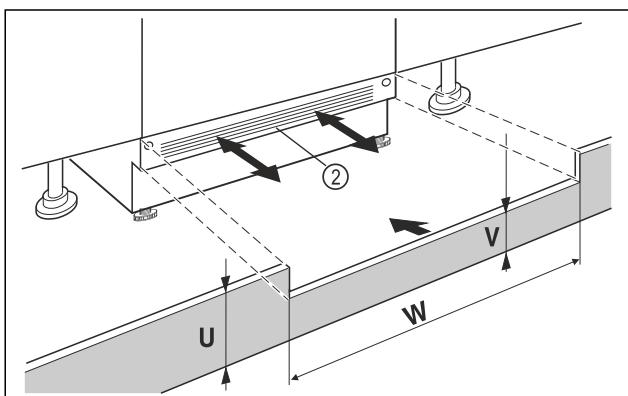

Fig. 88 Primjer izgleda
- ▶ Nataknite masku podnožja uređaja Fig. 88 (2), ali je nemojte još pričvrstiti.
- ▶ Ako se maska podnožja Fig. 88 (2) vidi, izvucite je toliko prema naprijed da prednji rub ventilacijske rešetke i maske podnožja namještaja tvore ravninu.
- ▶ Ako je maska podnožja skrivena Fig. 88 (2), gurnite je posve prema otraga.
- ▶ Obratite pozornost na potpuno slobodne ventilacijske otvore: Po potrebi izrežite visinu maske podnožja namještaja Fig. 88 (U)!
- ▶ Uzduž širine niše Fig. 88 (W) prilagodite visinu poprečne lamele Fig. 88 (V) ispod maske podnožja uređaja Fig. 88 (2).